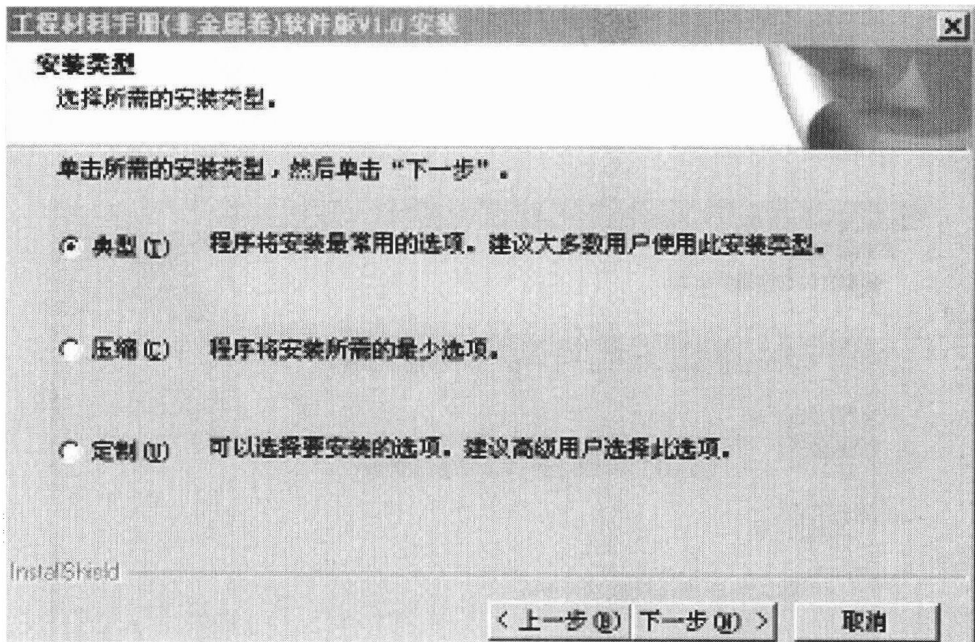

图 1.7 选择安装类型界面
(7) 进入选择安装类型界面，在这里用户需要选择安装类型，如图 1.7 所示。